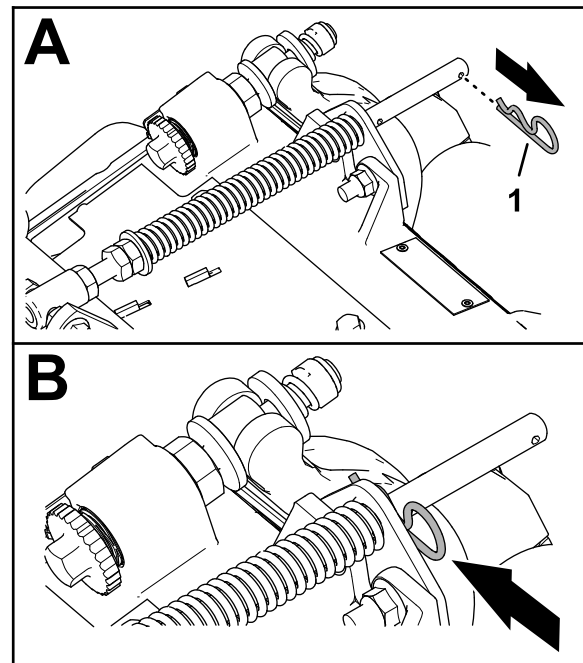

Figure 17
- Si la goupille fendue se trouve dans le trou arrière de la tige du ressort de compensation, retirez-la et insérez-la dans le trou près du support (Figure 17).